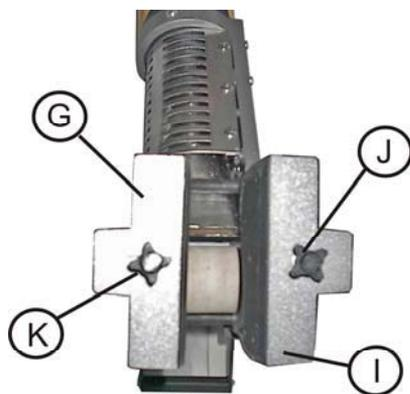

Fig.4
- A) Con avanzo: Se si desidera che avanzi una sporgenza di 1,5 mm da questo lato per poi profilarla, sistemare il pressorio I, (Fig. 4), al limite della guida (nella posizione più lontana dal lato fisso) e bloccarlo in questa posizione con la manopola J.
Sistemare il pannello tra i due pressoi. Allentare la manopola K, (Fig. 4), e togliere il pressorio mobile G. Sistemare il pannello tra i due pressoi, avvicinare il pressorio mobile G fino a bloccare il pannello tra i due pressoi e fissarlo in questa posizione tramite la manopola K.
A) Tutto l'avanzo sarà da questa parte del pannello, se il pressoio del lato fisso è stato regolato in posizione "RASO". (Fig. 4).
B) Resterà tutto l'avanzo, meno 1,5 mm, se il pressoio del lato fisso è stato regolato "CON AVANZO". (Fig. 4).